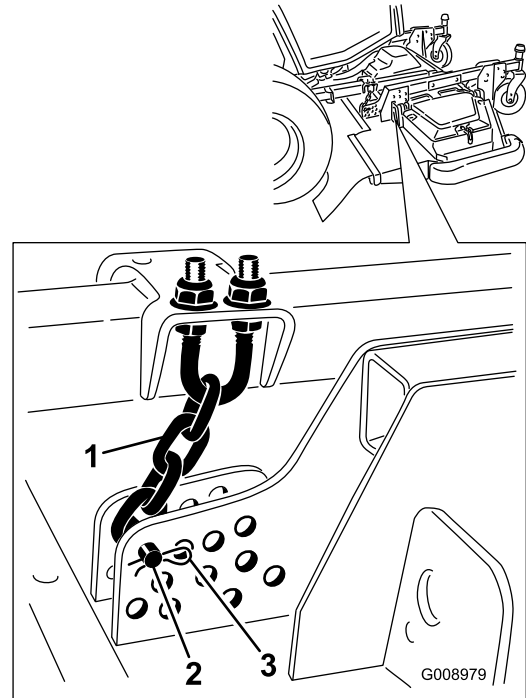

Рисунок 136
4. Снимите игольчатый шплинт и шплинтуемый штифт, которые крепят цепи регулировки высоты скашивания к задней части режущего блока (Рисунок 136).